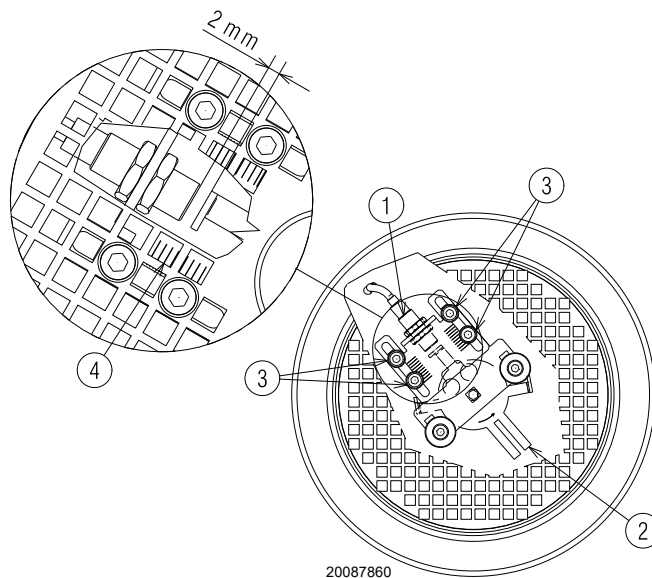

Abb. 37
- Lösen Sie die Schrauben 3)(Abb. 37) und stellen Sie den Sensor am Fortsatz der Scheibe 2) ab;
Zeichenerklärung (Abb. 37)